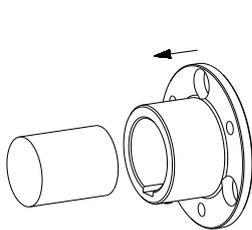

Bild 11: Montage der an- und abtriebsseitigen Naben
- Montieren Sie die Naben auf die Welle der An- und Abtriebsseite (siehe Bild 11). Die Wellenenden dürfen an den Nabeninnenseiten nicht vorstehen.